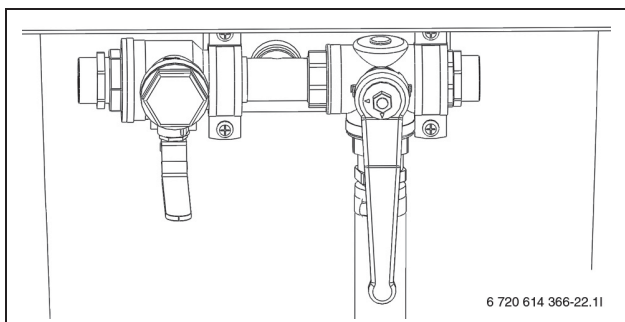

Bild 26 Påfyllnadsstation i blandningsläge
- Vrid ventilerna på påfyllnadsstationen så att de står i blandningsläge (→ Bild 26).